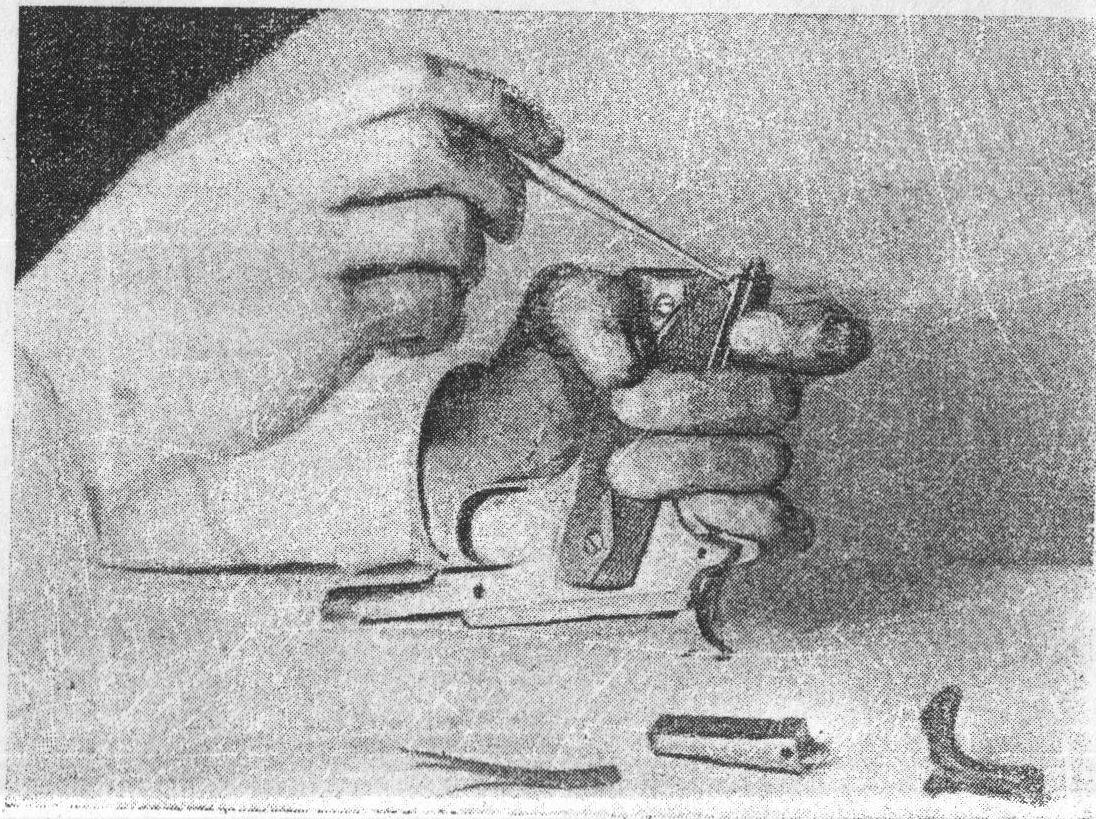

Рис. 16.
13. **Вынуть задвижку с боевой пружиной и автоматический предохранитель рукоятки остова пистолета.** Положив остов пистолета на стол, правой стороной кверху, выбить чеку задвижки при помощи выколотки легкими ударами деревянного молотка (рис. 16), затем за кольцо выдвинуть задвижку вниз.